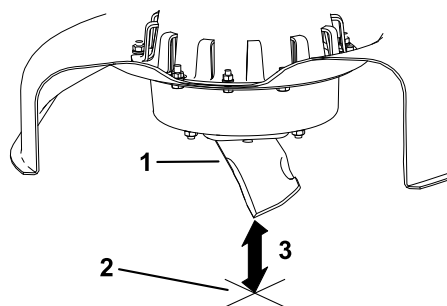

Figure 31
3. Mesurez la distance entre la pointe de la lame et la surface plane (Figure 31).